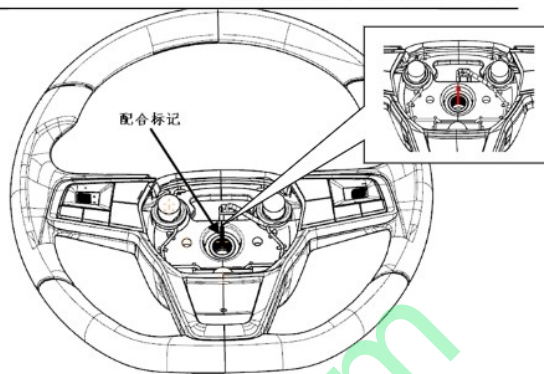

图 4-14
① 在转向盘总成和转向管柱及万向节总成上做好配合标记。如图4-14所示。